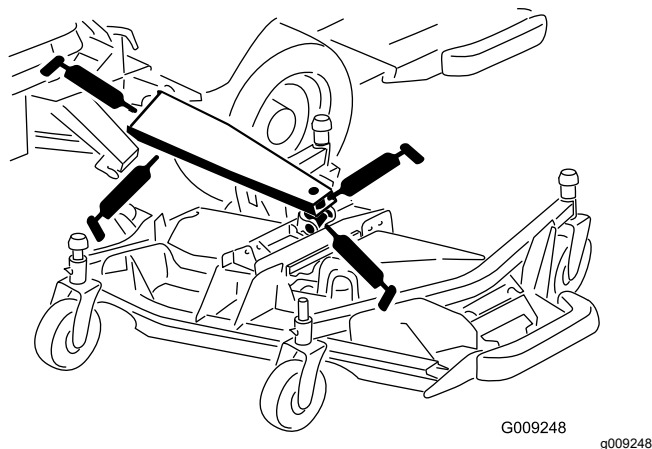

Рисунок 86
- Втулки главных подъемных рычагов (3 шт.) (Рисунок 86)
- Втулка подъемного цилиндра (1 шт.) (Рисунок 86)